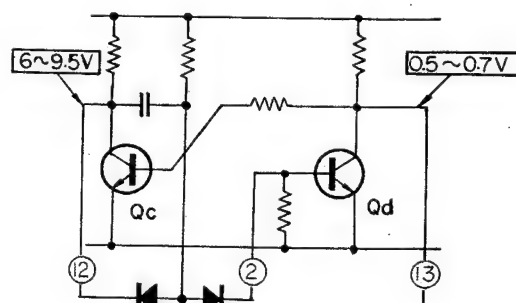

Fig. 1-13.
- *2: En fonctionnement normal du multivibrateur de retard, le transistor Qc est coupé et Qd est allumé (voir figure 1-13).
- *2: Qc is OFF and Qd is ON in a normal condition of delay multivibrator. (Refer to Fig. 1-13.)